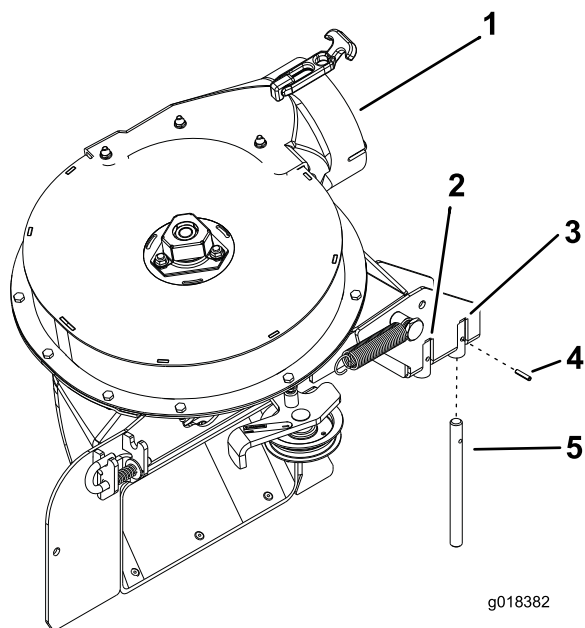

Figura 7
Verificate che il perno di articolazione sia fissato sul gruppo soffiatore nel punto giusto (Figura 7).
- Se disponete di un piatto di taglio da 122 o 132 cm, montate il perno girevole nel foro anteriore (Figura 7).
- Se disponete di un piatto di taglio da 152 cm, montate il perno girevole nel foro posteriore (Figura 7).